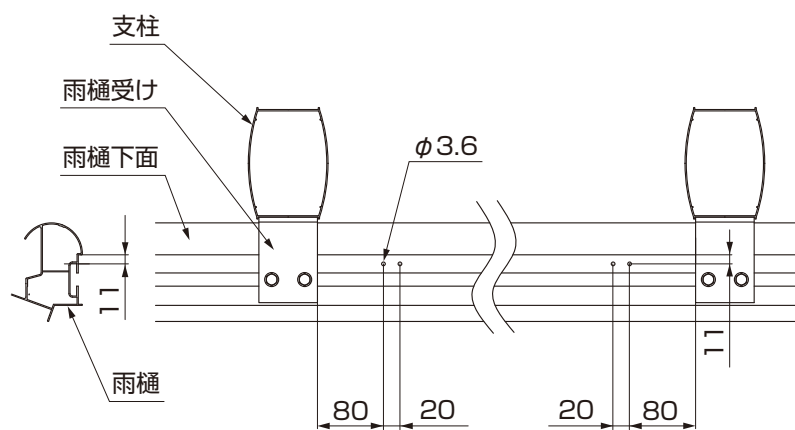

図4-7
- ①現場で、雨樋下面にφ3.6の孔をあけてください。(図4-7参照)